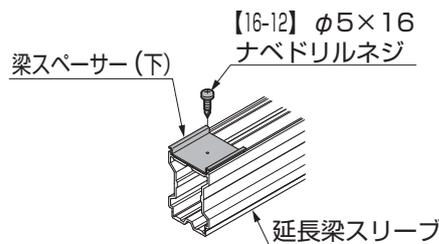

図2-4
②梁スペーサー(下)を延長梁スリーブに【16-12】で取付けてください。(図2-4参照)